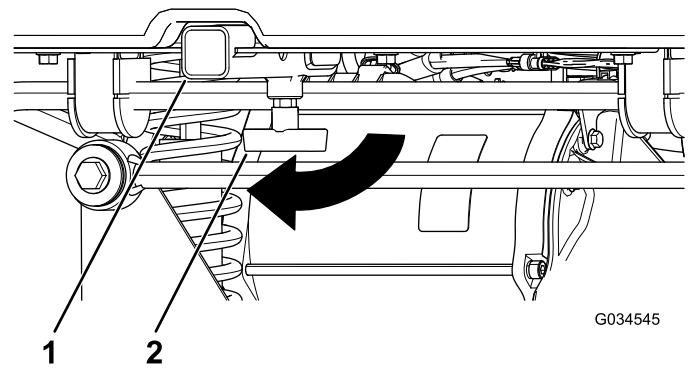

Bild 15
2. Setzen Sie das Zubehör in die Aufnahme, bis das Zubehör das Ende der Aufnahme erreicht (**Bild 15**).
1. Drehen Sie den T-Bügel nach rechts, um ihn zu lösen (**Bild 15**).